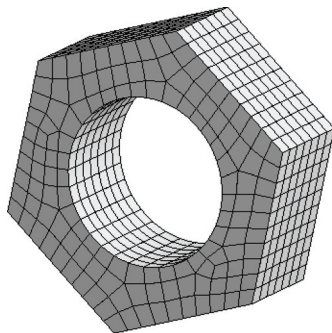

图 4-22 Relevance 为 50
3) 单击 Mesh，修改细节窗口中 Relevance 为 50，其余默认；单击工具栏中 Generate Mesh 按钮，生成的网格模型如图 4-22 所示。